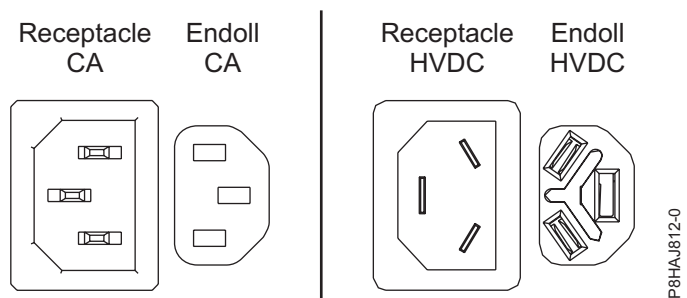
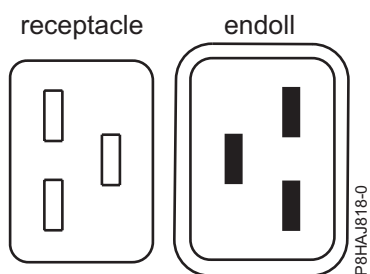
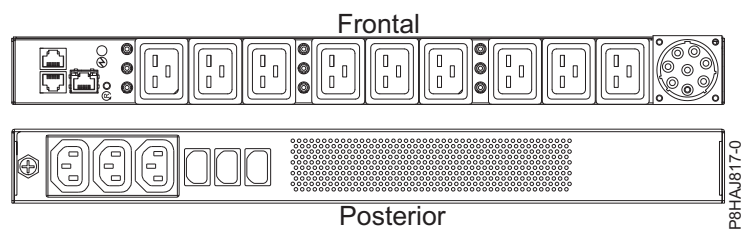

Figura 43. Connectors de CA i d'HVDC
Figura 44. Connectors per al sistema 8408-44E
Figura 45. PDU per al sistema 8408-44E
A Figura 43 a la pàgina 94 es mostren els connectors admesos de corrent alternativa (CA) i de corrent directa d'alt voltatge (HVDC). A Figura 44 a la pàgina 94 i a Figura 45 a la pàgina 94 es mostren els connectors admesos i la unitat de distribució d'alimentació (PDU) per al model 8408-44E.